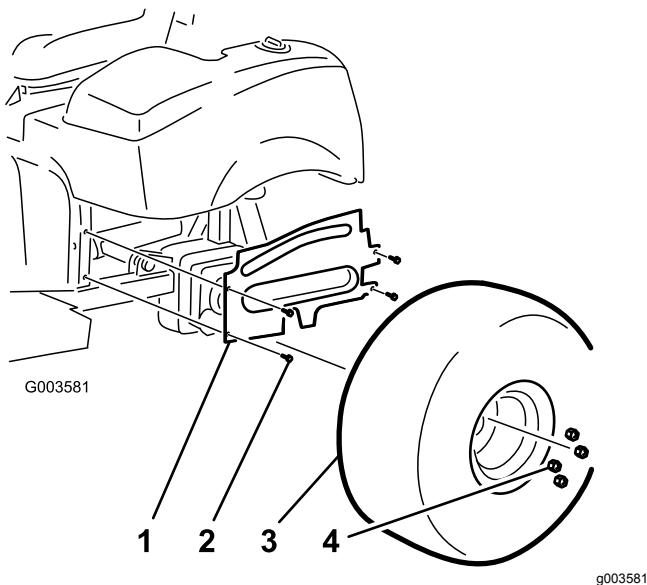

Bild 38
- Setzen Sie die vier Bundbolzen ein, mit denen die linke Radabdeckung am Rahmen befestigt ist (Bild 38).
- Montieren Sie den linken Hinterreifen (Bild 38).
- Setzen Sie die vier Bundbolzen ein, mit denen die linke Radabdeckung am Rahmen befestigt ist (Bild 38).**
- Montieren Sie den linken Hinterreifen (Bild 38).**